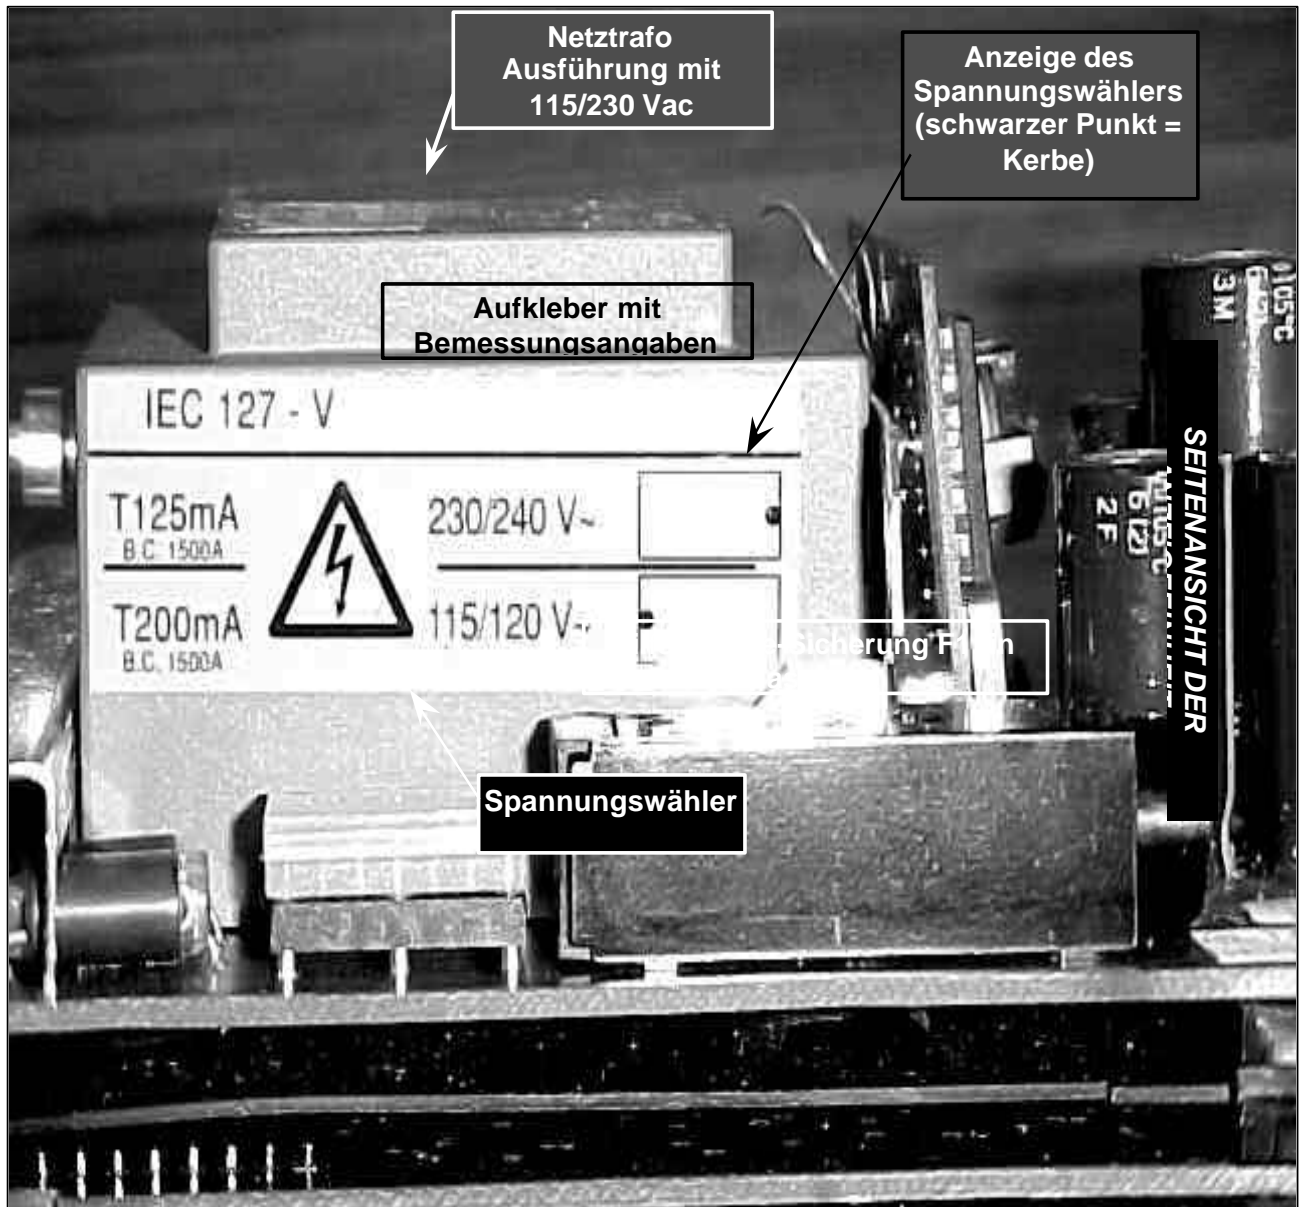

Abbildung 13: Ausführung mit 115/230 Vac Hilfsenergie.
Angaben zur Bemessung der Sicherung befinden sich auch auf dem Aufkleber auf dem Netztrafo. Dieser wird erst sichtbar, nachdem die Standard Elektronikeinheit IFC 090-EEx vollständig aus dem druckfest gekapselten Messumformergehäuse entfernt wurde. Siehe Abbildung 13 auf der nächsten Seite.
Wenn Sie sich hinsichtlich der Sicherungs Bemessung oder der Spannungseinstellung unsicher sind, entfernen Sie die Einheit wie in Abschnitt 3.1.1 auf Seite 16 beschrieben aus dem Gehäuse und vergleichen Sie Abbildung 13 (auf der nächsten Seite). Nehmen Sie ggf. die nötigen Änderungen vor!
5. Die Betriebsspannung kann geändert werden, indem Sie den Dummy-Dual-in-Line-Block (**Spannungswähler**, siehe Abbildung 13 auf der vorherigen Seite) um 180° drehen. Die jeweilige Einstellung wird durch die Kerbe auf dem Dual-in-Line-Block angezeigt. Vergleichen Sie auch den Aufkleber auf dem Netztrafo.